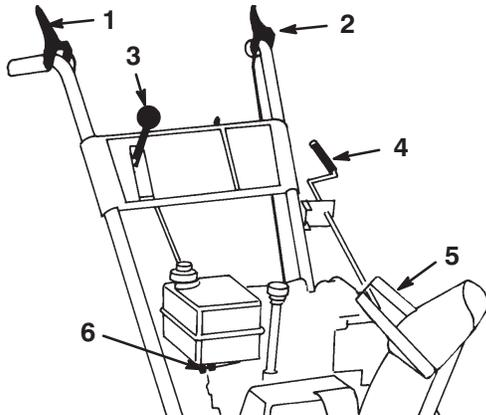

Figure 14
- **Commande de tarière/roue hélice** (Fig. 14)—Pour embrayer la tarière et la roue hélice, serrez la manette contre la poignée du mancheron de droite. Pour les débrayer, lâchez la manette.
- **Commande de traction** (Fig. 14)—Pour embrayer la traction (entraînement des roues), serrez la manette contre la poignée du mancheron de gauche. Pour arrêter la traction, lâchez la manette.
- **Changement de vitesse** (Fig. 14)—Cette commande offre sept vitesses : cinq en marche avant et deux en marche arrière. Pour changer de vitesse, placez le levier dans la position souhaitée. Le levier s'engage dans un cran pour chaque vitesse choisie. Le changement de vitesse peut être dur lorsque la machine doit fournir de gros efforts.
- **Commande d'orientation de l'éjecteur** (Fig. 14)—Tournez la commande d'orientation dans le sens des aiguilles d'une montre pour déplacer l'éjecteur vers la gauche, ou en sens contraire pour le déplacer vers la droite.
- **Poignée du déflecteur** (Fig. 14)—Déplacez la poignée du déflecteur vers l'avant pour rejeter la neige plus bas ou vers l'arrière pour la rejeter plus haut.
- **Robinet d'essence** (Fig. 14)—Fermez le robinet en le tournant dans le sens des aiguilles d'une montre et ouvrez-le en le tournant dans le sens contraire des aiguilles d'une montre. Fermez le robinet lorsque vous n'utilisez pas la déneigeuse.
3. Relâchez les manettes de tarière/roue hélice et de commande de traction (Fig. 14).
11. Sélectionnez la première (Fig. 14), serrez la manette de commande de traction contre la poignée, puis relâchez-la. Si la déneigeuse se met à avancer avant que vous ayez engagé la manette de commande ou après que vous l'avez relâchée, reportez-vous à la rubrique Réglage de la courroie d'entraînement de traction, page 22.